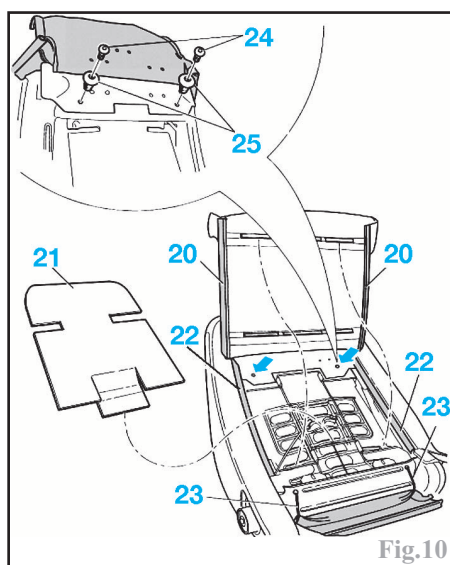
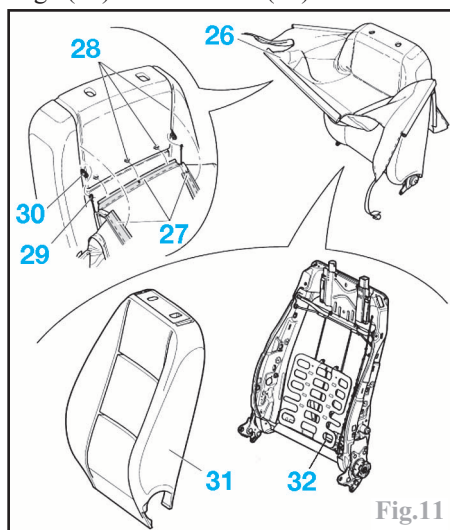

Fig.10
Fig.11
- suivant version, la molette (16) de réglage lombaire, en la déclinant à l'aide d'une pince appropriée.
- le profilé (17) de son logement (18).
- le profilé de blocage du dossier (19).
- les profilés latéraux (20) de la garniture du dossier et la rabattre vers le haut (Fig.10).
- la plaque (21) du dossier.
- De chaque côté, ouvrir les profilés (22) et décrocher le tendeur (23).
- Déposer les clous (24) et les clips (25).
- Retrousser la garniture (26) vers le haut (Fig.11).
- À l'aide d'un petit tournevis, décliper les profilés (27) de la garniture des logements (28) du rembourrage.
- De chaque côté, décrocher le tendeur (29) du fil du rembourrage (30).